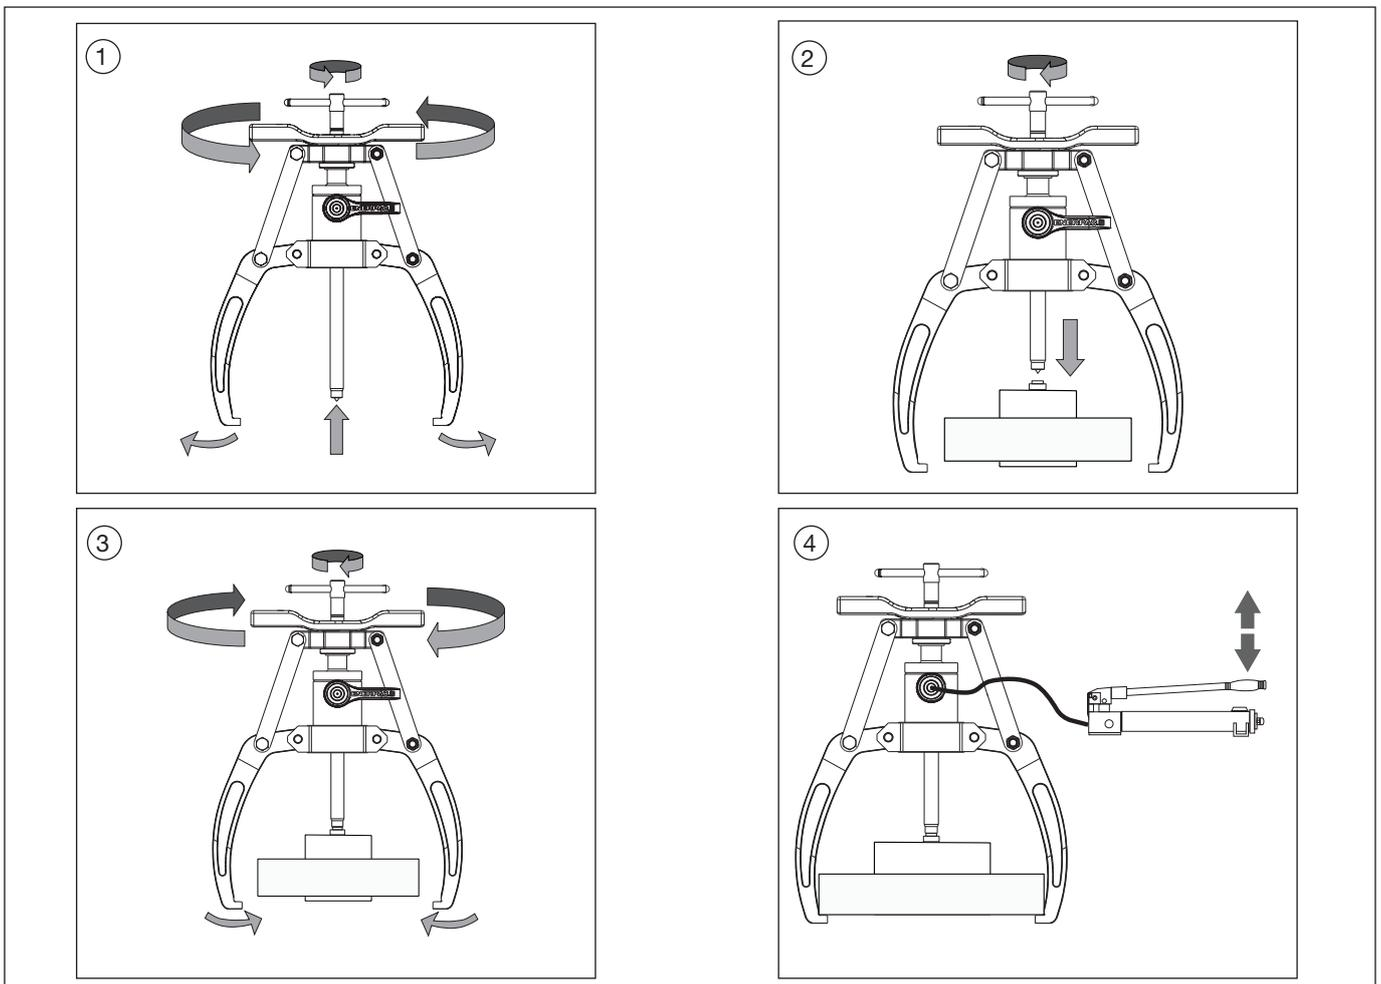

Figura 6, Fasi di installazione dell'estrattore
1. Ruotare il mandrino per regolare l'altezza verso l'alto o verso il basso. Ruotare l'impugnatura per aumentare o diminuire l'apertura della ganascia. Regolare le ganasce e il mandrino per consentire il posizionamento dell'estrattore sul particolare da estrarre. Fare riferimento alla Figura 6, immagini da 1 a 4, per le fasi successive.